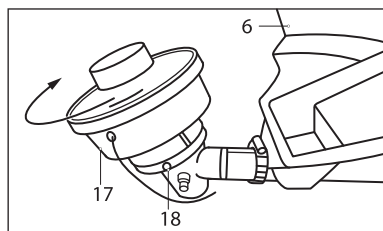
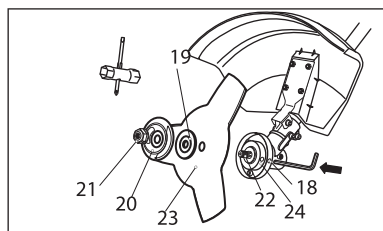

Рис. 6
рис. 7.1
Вставьте шестигранный ключ из комплекта поставки в специальное отверстие (18) (рис. 6) внутреннего фланца и заблокируйте шпindel (22, рис. 7.1).
Снимите триммерную катушку (17) в сборе со шпинделя (22, рис. 7.1).
Вставьте шестигранный ключ из комплекта поставки в специальное отверстие (18) внутреннего фланца и заблокируйте шпindel (22) (рис. 7.1).
Снимите диск (23, рис. 7.1) согласно пункту «Снятие и установка диска».
Удерживая одной рукой катушку триммера (17, рис. 6), нажмите на защелку (28), другой рукой поверните крышку (27) и разберите катушку. Извлеките шпульку (26) и удалите остатки старой лески (25).
Установите пружину (31) и пропустите концы лески (25) в отверстия на корпусе катушки (17, рис. 6). Установите шпульку (26) в корпус катушки (17, рис. 6).
Установите крышку (27) катушки, совместив отверстия на ней с пазами на корпусе катушки (17, рис. 6). Поворотом крышки (27) зафиксируйте катушку (17, рис. 6) в собранном состоянии.